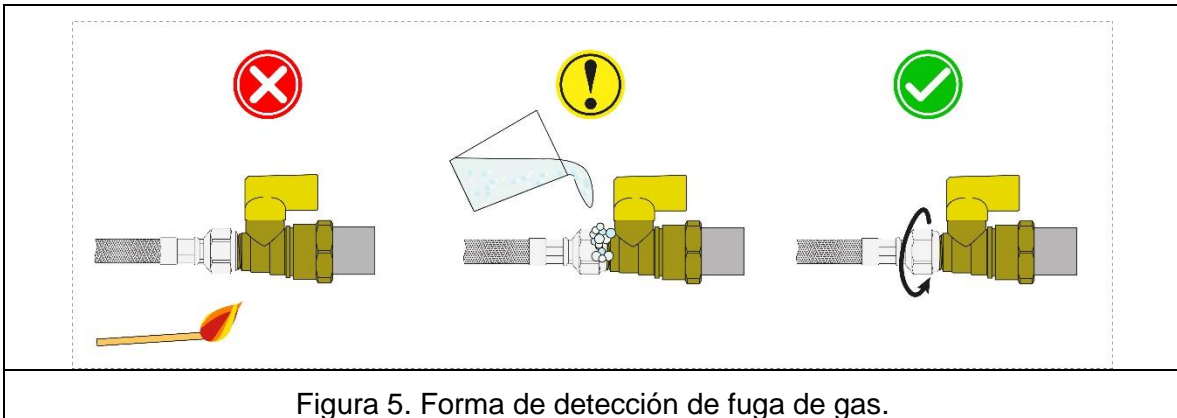

Figura 5. Forma de detección de fuga de gas.
1.2.1.11 **No utilice fuego para verificar la ausencia de fugas.** Verifique la hermeticidad de la instalación aplicando solución jabonosa (70% agua/30% jabón líquido lavatrastos) o utilizando detector de fugas. En caso de fuga apriete hasta que desaparezca. En caso de emplear solución jabonosa, enjuague con agua después de la verificación para evitar corrosión o fisuras por tensión. (Ver Figura 5)